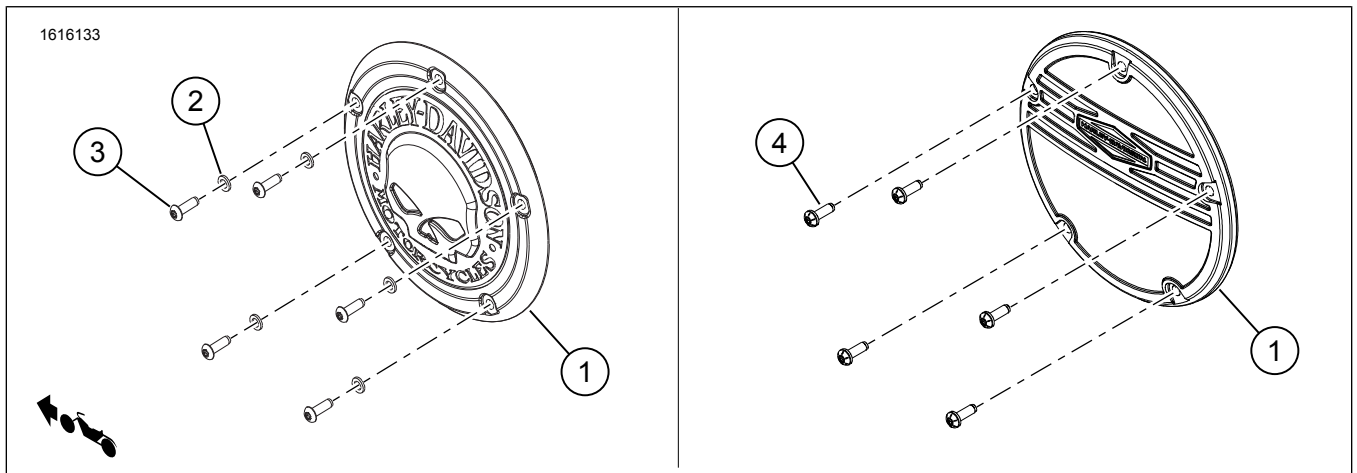

图1。套件内容：德比装饰盖部件
1. 参见图1。安装新的盖（1）。
1. 参见图1。在螺丝( 4 )的螺纹上涂敷螺纹锁固剂。